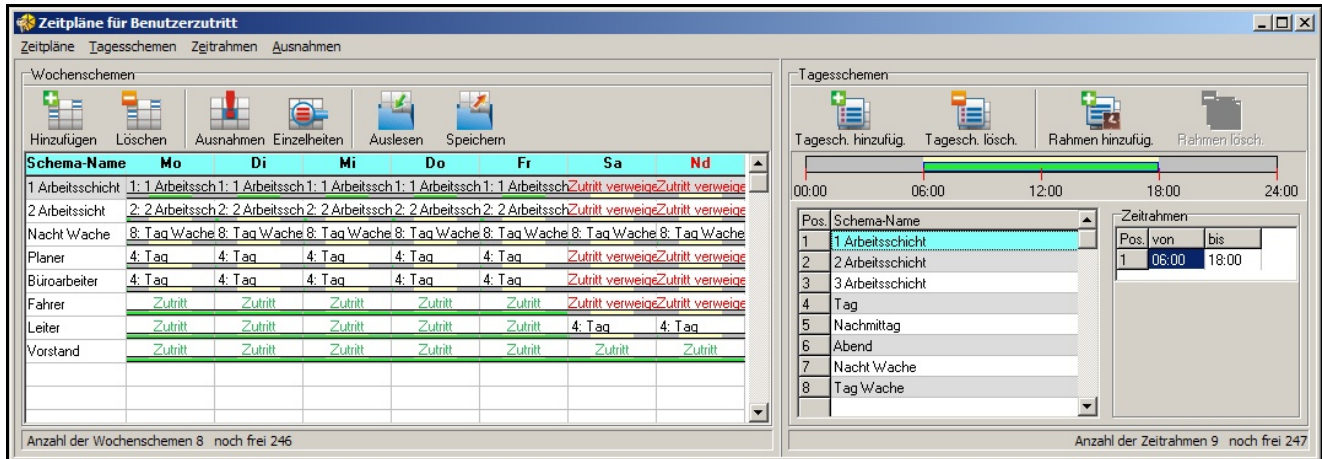
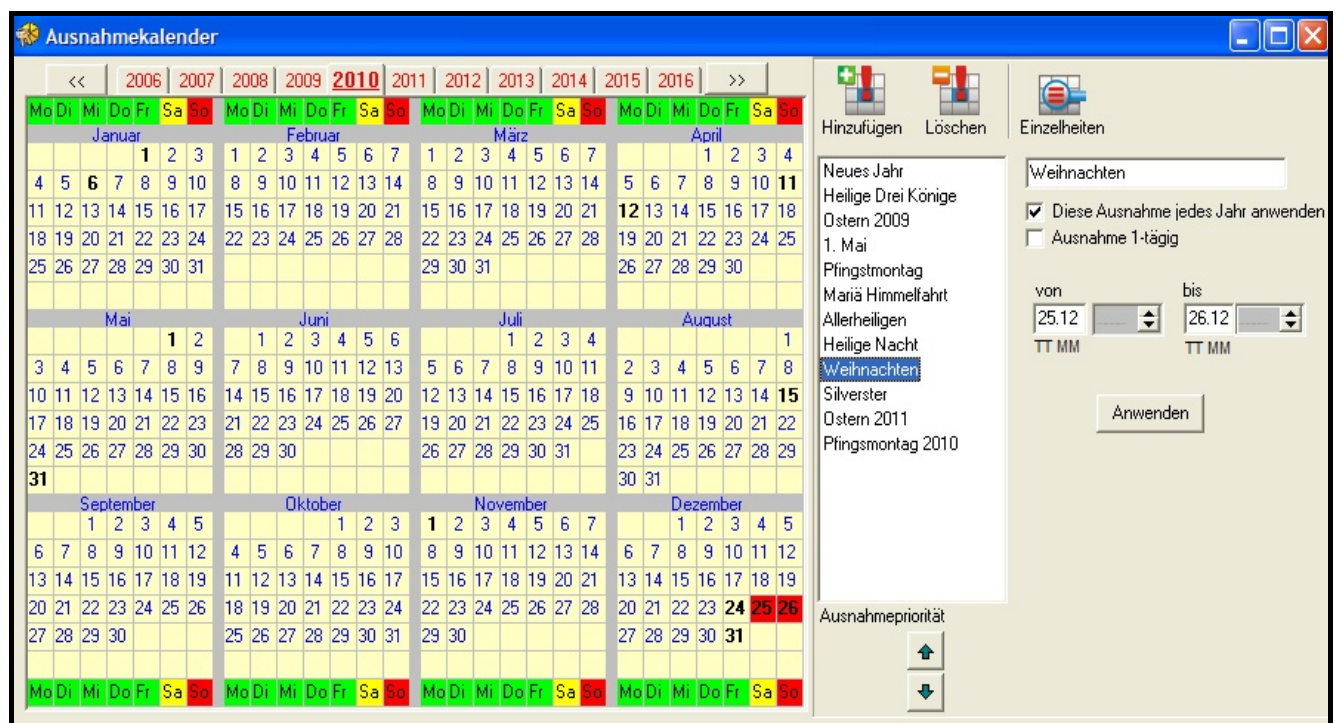

Abb. 31. Fenster mit Zutrittschemen.
Abb. 32. Fenster des Ausnahmekalenders.
1. Klicken Sie auf das Icon ZEITPLÄNE in der Menüleiste des Programms (siehe: Abb. 22). Es öffnet sich das Fenster ZEITPLÄNE FÜR BENUTZERZUTRITT (siehe: Abb. 31).
1. Klicken Sie auf das Icon AUSNAHMEN im Fenster ZEITPLÄNE FÜR BENUTZERZUTRITT (siehe: Abb. 31). Es öffnet sich das Fenster AUSNAHMEKALENDER (siehe: Abb. 32).